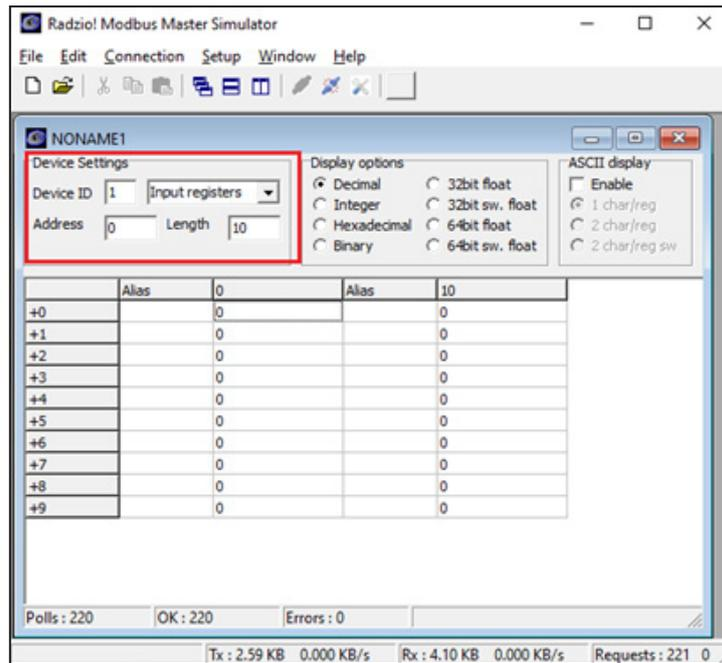

Fig 7: Configuración predeterminada de Radzio para modificar
8. Modifique la **Configuración del dispositivo** en la Nueva hoja Modbus. (Fig 7)